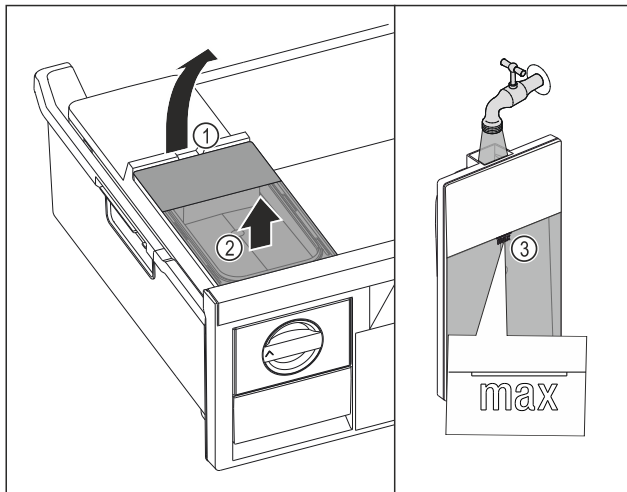

Fig. 70
- Nádržku na vodu nadvihnite za vybranie Fig. 70 (1).
- Nádržku na vodu odoberte nahor. Fig. 70 (2)
- Nádržku na vodu naplňte pitnou vodou po značku Fig. 70 (3).